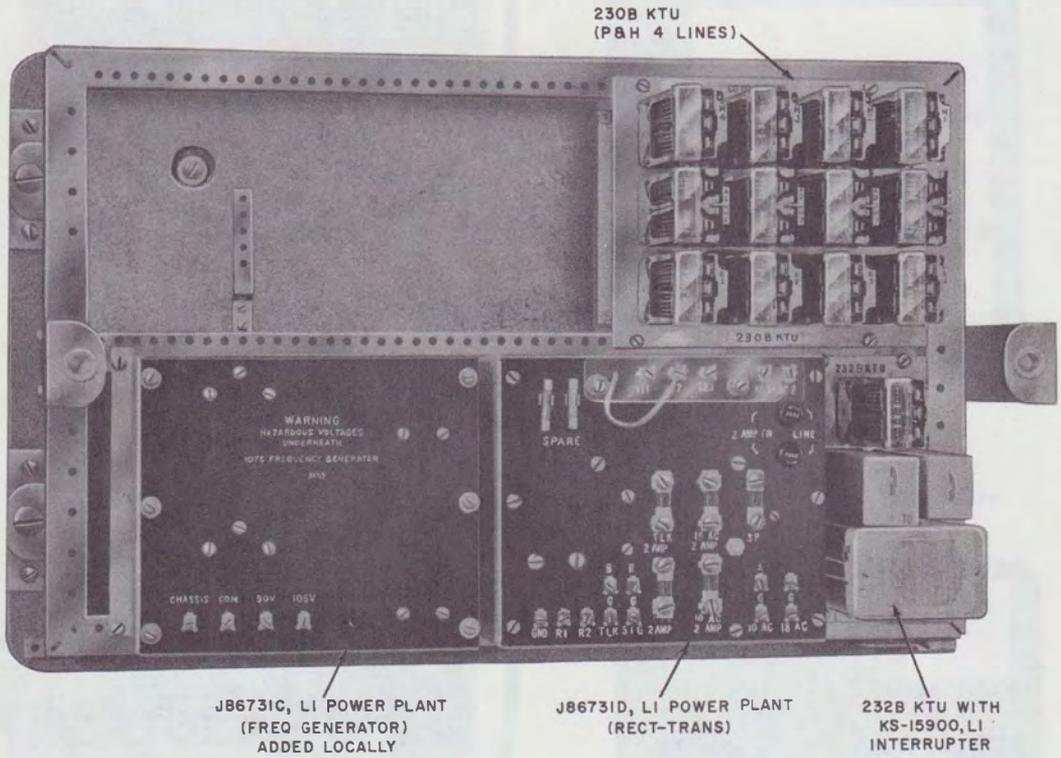

Fig. 4—200K4 KTU (Without Cover)
**2.15** *200K-Type KTU* (Fig. 4) provides: